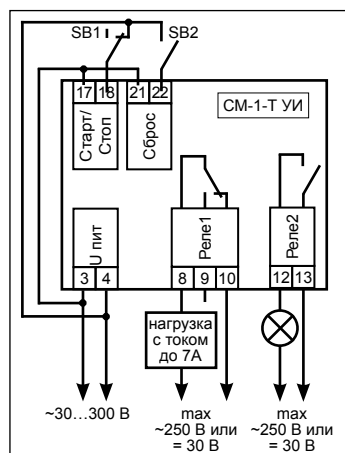

Рисунок 3. Подключение СМ-1-Т УИ
6.4 Только для версии СМ-1-Т УИ: отсчёт времени начинается или возобновляется при подаче переменного напряжения 30-300 В (50/400 Гц) на вход «Старт/Стоп» (Рисунок 3). Для ручного управления счётчиком можно подключить переключатель или тумблер. При отключении напряжения на входе «Старт/Стоп» отсчёт времени приостанавливается.
7.1 Только для версии СМ-1-Т УИ: при включении питания счётчик проверяет, есть ли на входе «Сброс» переменное напряжение 30-300 В (50/400 Гц) (Рисунок 3). При отсутствии такого напряжения на дисплей выводится надпись [arel.ru], затем обозначение типа счётчика [cnt_Fi] (Фискальный) и младшая часть его значения в минутах и секундах [MM.CC]. Задержка от момента включения до начала счёта — 2 сек. При наличии напряжения на входе «Сброс» на дисплей сразу выводится младшая часть значения фискального счётчика в минутах и секундах [MM.CC]. В этом случае задержка от момента включения счётчика до начала отсчёта времени — 0 сек.